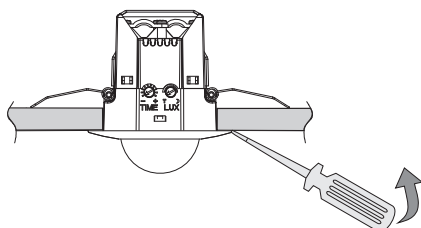

FIG. 4
- Per togliere il rilevatore dal controsoffitto far leva delicatamente con un cacciavite a taglio ed estrarlo verso il basso facendo attenzione allo scatto delle clip a molle che potrebbero colpire le dita (fig. 4 e 5).